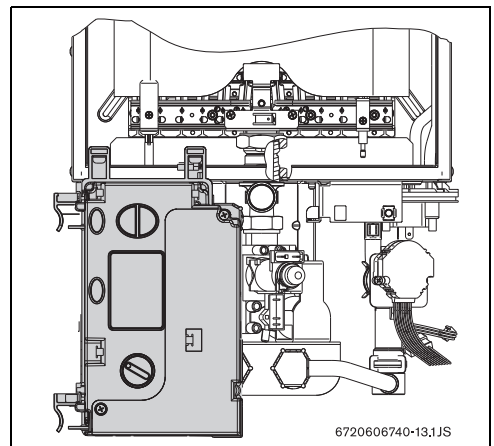

Fig. 19 Caixa de comando - posição de ajuste de gás
- ▶ Uma vez a caixa de comando retirada, posicionar de acordo com a Fig. 19.